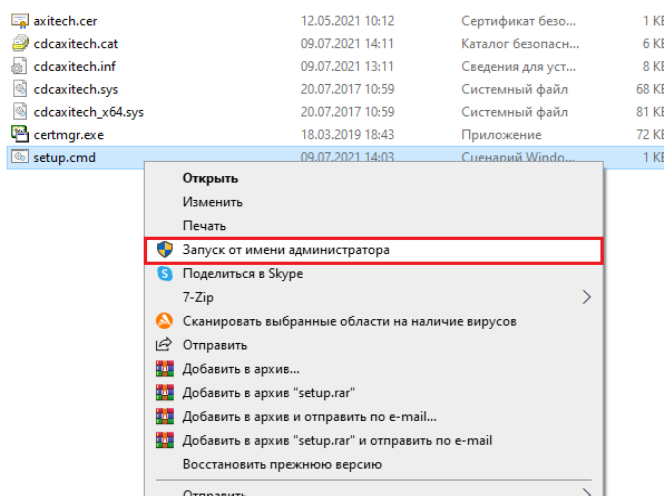

Рисунок 13 – Контекстное меню файла setup.cmd
2. Нажмите ПКМ на файле setup.cmd, выберите пункт контекстного меню – «Запуск от имени администратора» (см. рисунок 13).